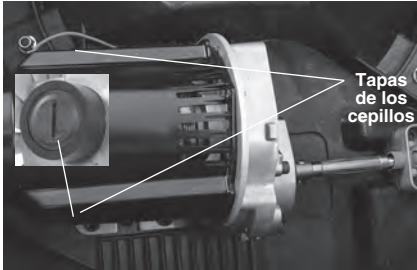

Figura 21 – Inspección y reemplazo de los cepillos del motor
2. Con un destornillador, extraiga las tapas de los cepillos (Figura 21). Extraiga cada cepillo y examínelo. Si está dañado o mide menos de 1/2" (13 mm), reemplácelo.